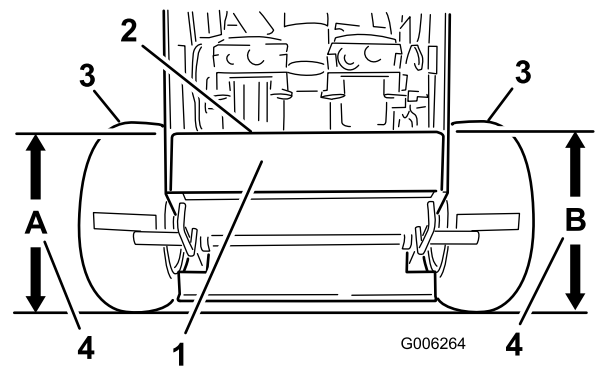

Figura 68
- Mida la altura de la carcasa del motor en la posición **A** (Figura 68).
- Mida la altura de la carcasa del motor en la posición **B** (Figura 68).